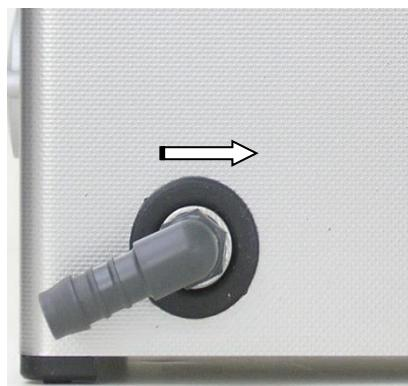

Bild 5.1.2 Ablauftülle montiert
3. Drehen Sie die Schlauchtülle bis in die gewünschte Ablaufrichtung (*siehe Bild 5.1.2*). Das Kunststoff-Gewinde ist selbstdichtend, sobald es von Hand nicht mehr weitergedreht werden kann.